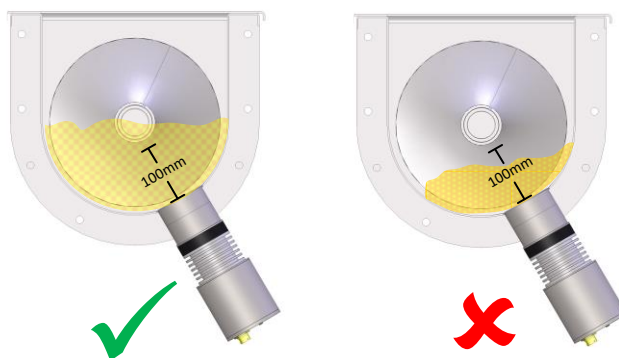

Figura 7: Nível do material do transportador helicoidal
- Manter um nível de enchimento de material estável, assegurando que a profundidade do material em frente do disco cerâmico do sensor se mantém sempre acima de 100 mm (ver Figura 7).